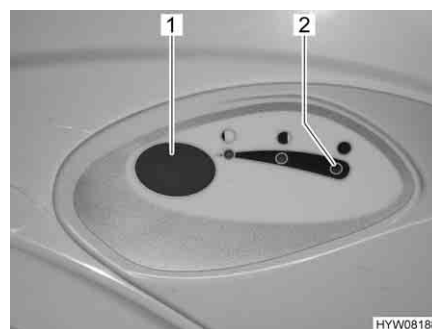

Fig. 94 Pulsante dello sciacquone/spia di controllo toilette Thetford
- Per sciacquare premere il pulsante blu (Fig. 94,1).
La spia di controllo (Fig. 94,2) si accende quando il serbatoio fecale deve essere svuotato.